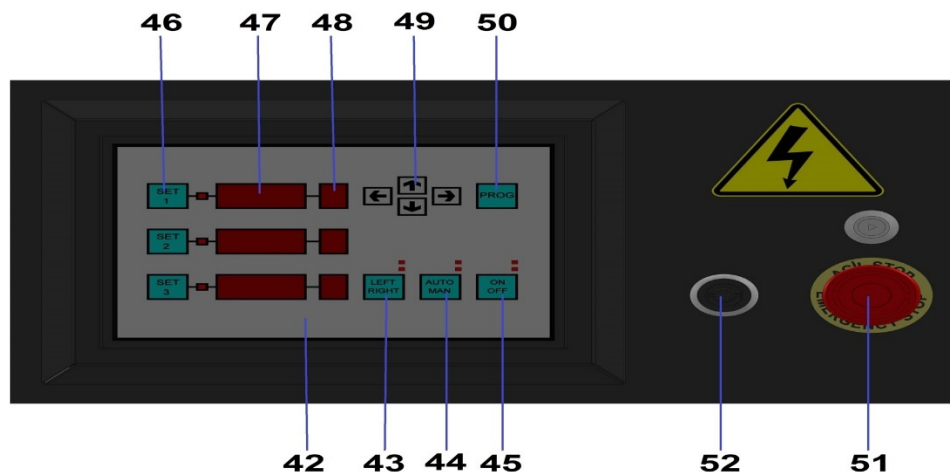

Abbildung 7: 220V Digitale Steuerungstasten
- Nachdem Sie die SET-Taste auf dem Bedienfeld gedrückt haben, geben Sie den gewünschten Wert durch Betätigen der PROG-Taste ein. Stellen Sie den gewünschten Winkelwert auf der Winkelanzeige (s. Abb. 7, Pos. 47) mithilfe der Auf- und Abwärtspfeile (Abb. 7, Pos. 49) ein. Drücken Sie anschließend den rechten Richtungspfeil, um zur Mengenanzeige (Abb. 7, Pos. 48) zu wechseln und geben Sie dort den gewünschten Mengenwert ein. Nach Eingabe der Winkel- und Mengenwerte drücken Sie den Abwärtspfeil, um zur nächsten Zeile zu gelangen. Drücken Sie abschließend die PROG-Taste, um die Einstellungen zu übernehmen. Beachten Sie, dass pro Zeile in der Mengenanzeige ein maximaler Wert von 9 eingegeben werden kann.
- Passen Sie die Arbeitsgeschwindigkeit der Maschine mithilfe des Potentiometers (s. Abb. 7, Pos. 52) an. Bei einer Reduzierung der Geschwindigkeit verringert sich die Drehgeschwindigkeit des Biegetellers, während die Maschinenleistung steigt. Wird die Geschwindigkeit erhöht, erhöht sich die Rotationsgeschwindigkeit des Biegetellers, was zu einer geringeren Maschinenleistung führt.
- Nachdem Sie alle Einstellungen abgeschlossen haben, können Sie den Serienbiegevorgang starten, indem Sie die AUTO-Position mit der MAN-AUTO-Taste (s. Abb. 7, Pos. 44) auswählen.
- Im Notfall können Sie die Maschine sofort anhalten, indem Sie die Not-Aus-Taste (s. Abb. 7, Pos. 51) auf dem Bedienfeld betätigen. Nach dem Wiedereinschalten der Maschine wird der Prozess an der Stelle fortgesetzt, an der er unterbrochen wurde.